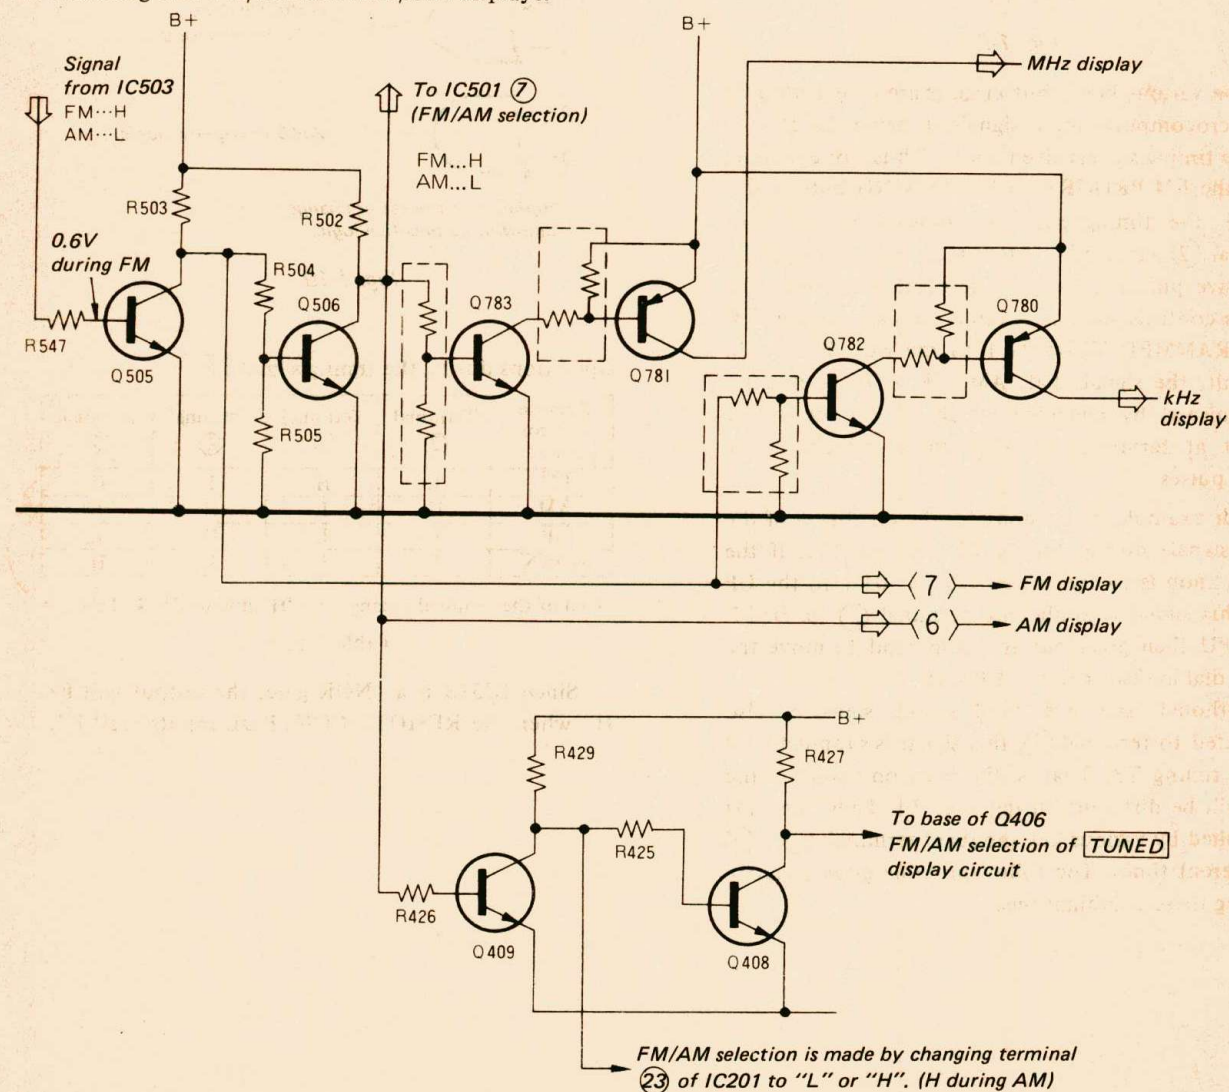

Fig. 1-6.
**10. FM/AM Band Selection (See Fig. 1-6.)**